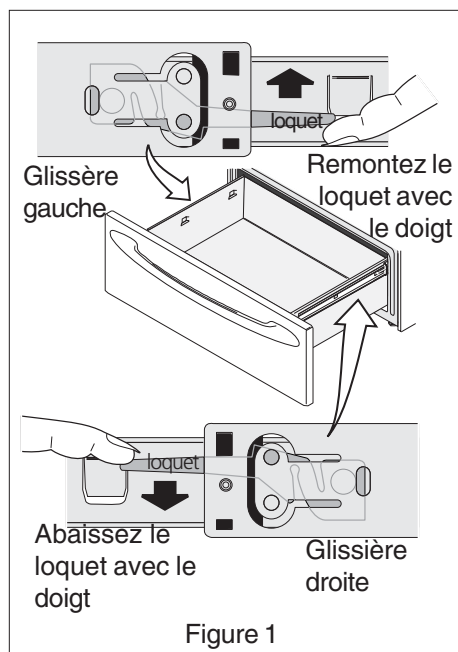

Figure 1
2. Faites pivoter vers le haut les deux loquets mobiles se trouvant sur les supports des charnières et engagez-les dans les crochets des bras des charnières (Fig. 1). Il se peut qu'il soit nécessaire d'exercer une légère pression sur la porte pour que les loquets s'engagent complètement.